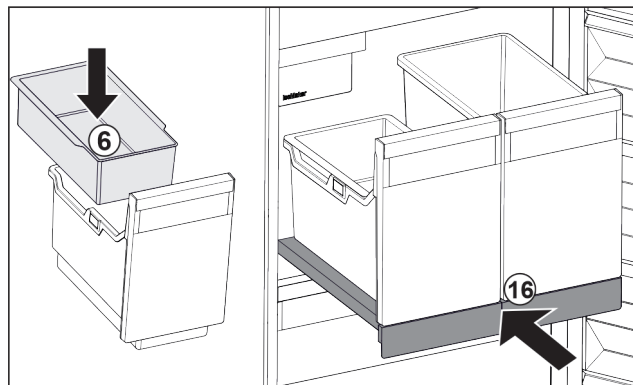

Fig. 146
- Vstavite obešalno skodelico Fig. 146 (6) za ledene kocke.
- Vstavite izvlečno polico s posodo (IceTower). Fig. 146 (16)